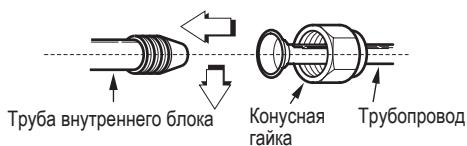

Рис. 58
- Заверните конусную гайку вручную, затем затяните с помощью гаечного ключа и ключа с измерителем момента затяжки, как показано на рис. 58 и 59.